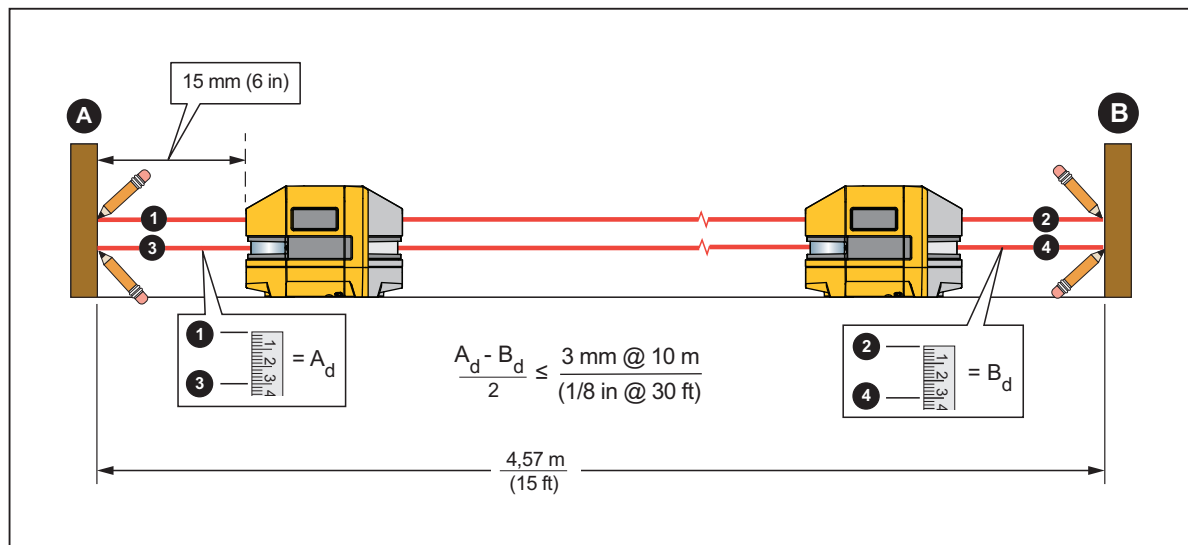

Figure 8. Précision du laser horizontal
1. Trouvez un site horizontal quasiment de niveau $\geq 4,57$ m (15 pieds) de large avec deux murs opposés à utiliser comme cibles. Vous pouvez également utiliser des bouts de bois comme cibles. Voir la figure 8.